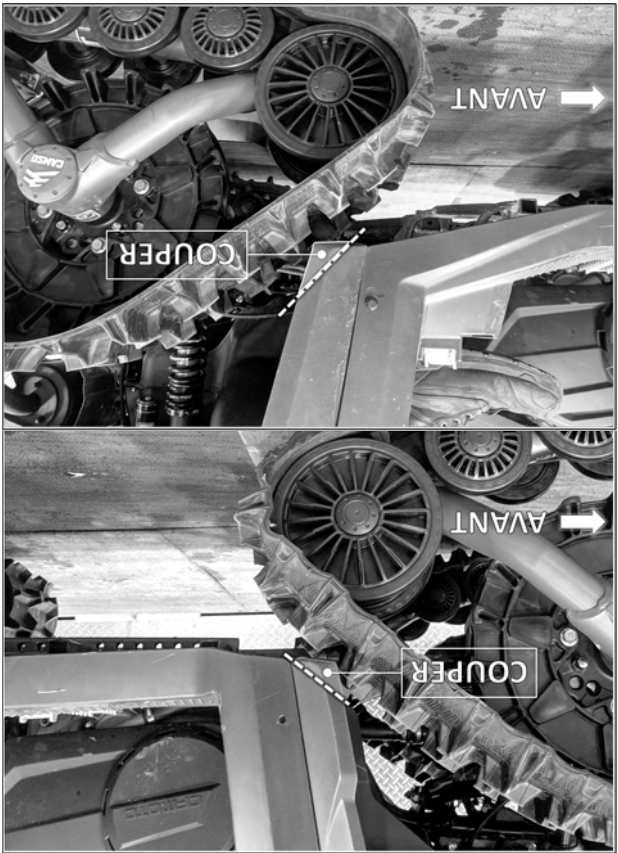

Fig. 24
3. Pour éviter tout contact possible entre les systèmes de traction et les ailes du véhicule, les coins intérieurs des extensions d'ailes doivent être modifiés (découpe). Cette modification permettra d'éviter tout dommage à l'esthétique du véhicule ou aux systèmes de traction. Voir la Fig. 24